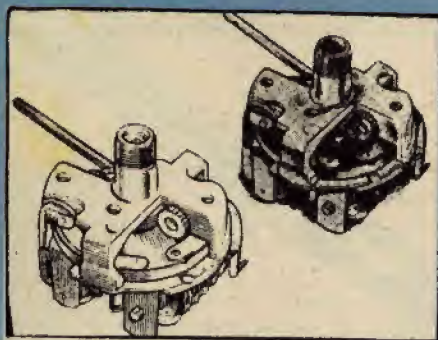

Fig. 9
**Fig. 9 - LUBRIFICAZIONE ECCESSIVA.** Evitate la lubrificazione eccessiva del contachilometri con olii densi. Infatti, nel caso di lubrificazione eccessiva si avrà un incaglio anziché un'agevolazione della trasmissione. Nell'eventualità si constati tal stato di cose, provvedete a pulire con petrolio e a rilubrificare con grasso di vasellina.